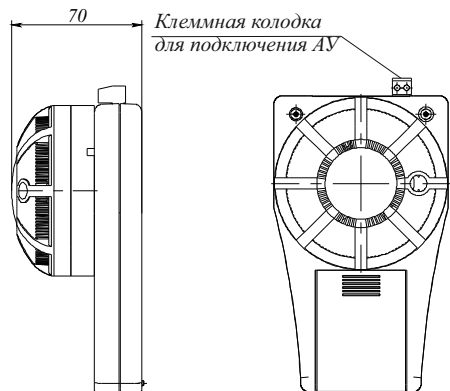

Рисунок 2 – Вид ПКУ с установленным датчиком
3.2 Для подключения адресных пожарных извещателей в конструкции ПКУ предусмотрено базовое основание (рисунок 2).
Элементы питания находятся под крышкой на задней стороне ПКУ (рисунок 2).